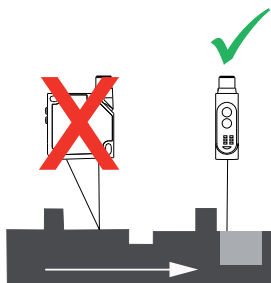

Fig. 4 Mouvement linéaire
- L'objet doit se déplacer en diagonale par rapport à la platine avant du capteur (Fig. 4+5).